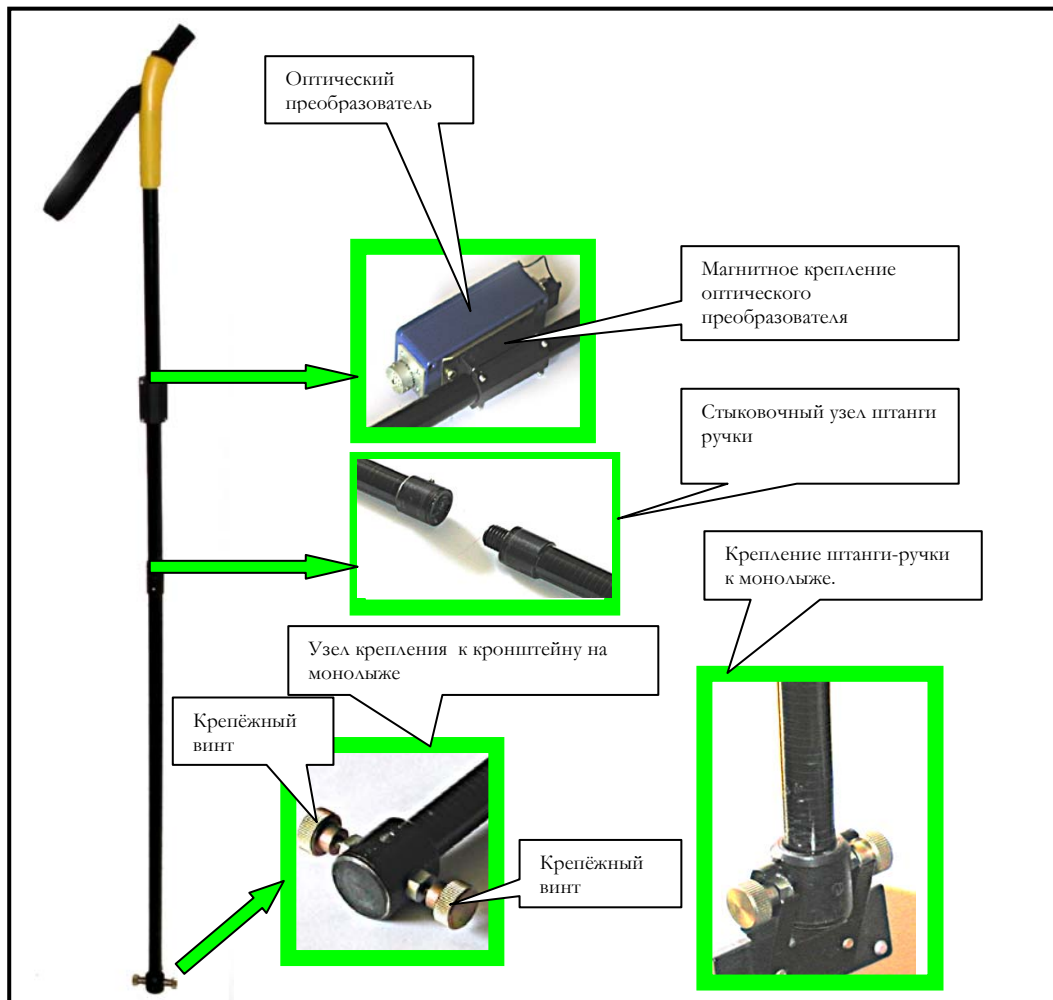

Рисунок 3.3.4. Крепление штанги-ручки к антенному блоку.
5. Прикрепить к антенному блоку (АБ-700,-400,-250) штангу-ручку. Отвернуть крепёжные винты в нижней части штанги-ручки и вставить нижнюю часть штанги-ручки в крепёжный узел, располагающийся на монолыже со стороны приёмного блока. Завернуть крепёжные винты в нижней части штанги-ручки до упора. Привернуть верхнюю часть штанги-ручки к нижней части штанги-ручки. Установить оптический преобразователь на магнитное крепление в верхней части штанги-ручки электрическим разъёмом вверх см. Рис.3.3.4.